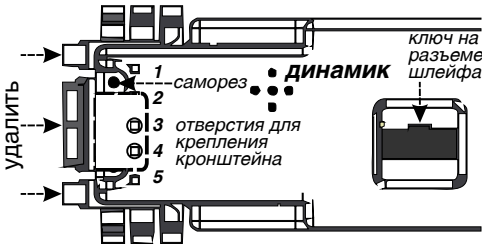

Рис. 2.27
1. Выкрутите четыре самореза, расположенные в углублениях задней панели компьютера. Рис. 2.27.
11. Устанавливаются кронштейны, как показано на рисунке 2.28. Прикладываем согнутый кронштейн короткой стороной к задней панели бортового компьютера. При этом фигурный вырез кронштейна должен быть обращен в сторону динамика. Рис. 2.27 и рис. 2.28.
12. На задней панели компьютера с боковых сторон находится по пять отверстий. Прикручиваем кронштейн саморезами, в отверстия "3" и "4", (считая от той стороны ближе к которой расположен динамик). Рис. 2.27. Таким же образом прикручиваем второй кронштейн с другой стороны. Рис. 2.28.